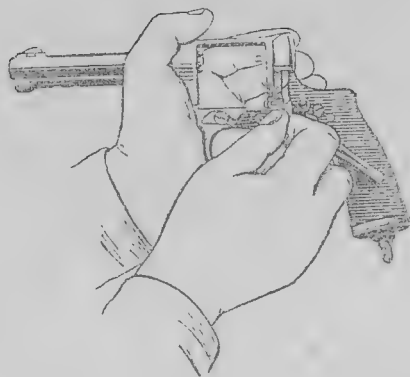

Рис. 36. Как отделить ползу
10) отделить ползун от рамки, предварительно отведя его насколько возможно вниз (рис. 36);